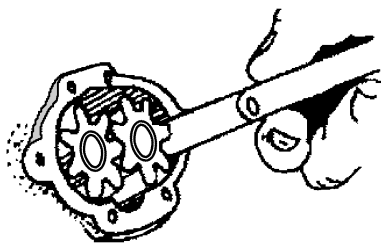

图 3-24 齿顶与泵壳内壁间隙的检查
1) 用塞尺检查间隙。齿顶与泵壳内壁的间隙应符合规定, 检查方法如图 3-24 所示。